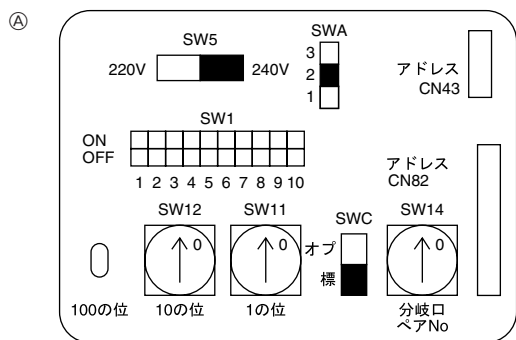

Fig. 6-4
- *1 Ligue o cabo de transmissão à terra através do terminal de terra ⑦ da unidade exterior.
6.3. Definição dos endereços (Fig. 6-4)